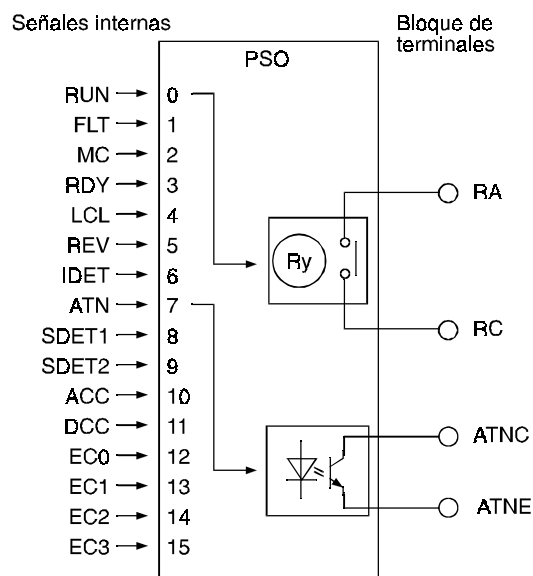
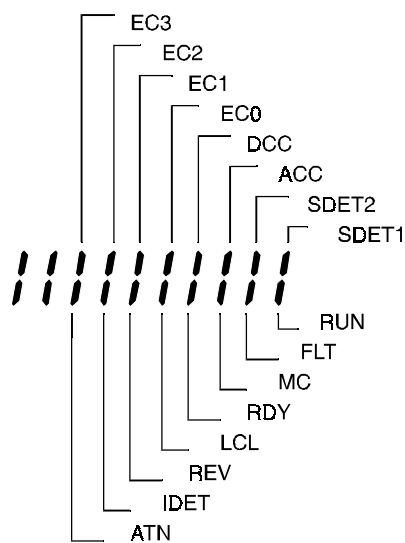

Fig. 5.4 Asignación salidas programables
Fig. 5.5 Monitorización secuencia de salida
- El estado de las señales internas ON /OFF puede ser adjudicado a las salidas RA-RC (relé) y ATNC-ATNE (transistor a colector abierto) mediante los parámetros B25-1 y B25-2, tal como se muestra en la Fig. 5.4. El estado de estas señales se puede visualizar mediante D04-1 (Fig. 5.5).